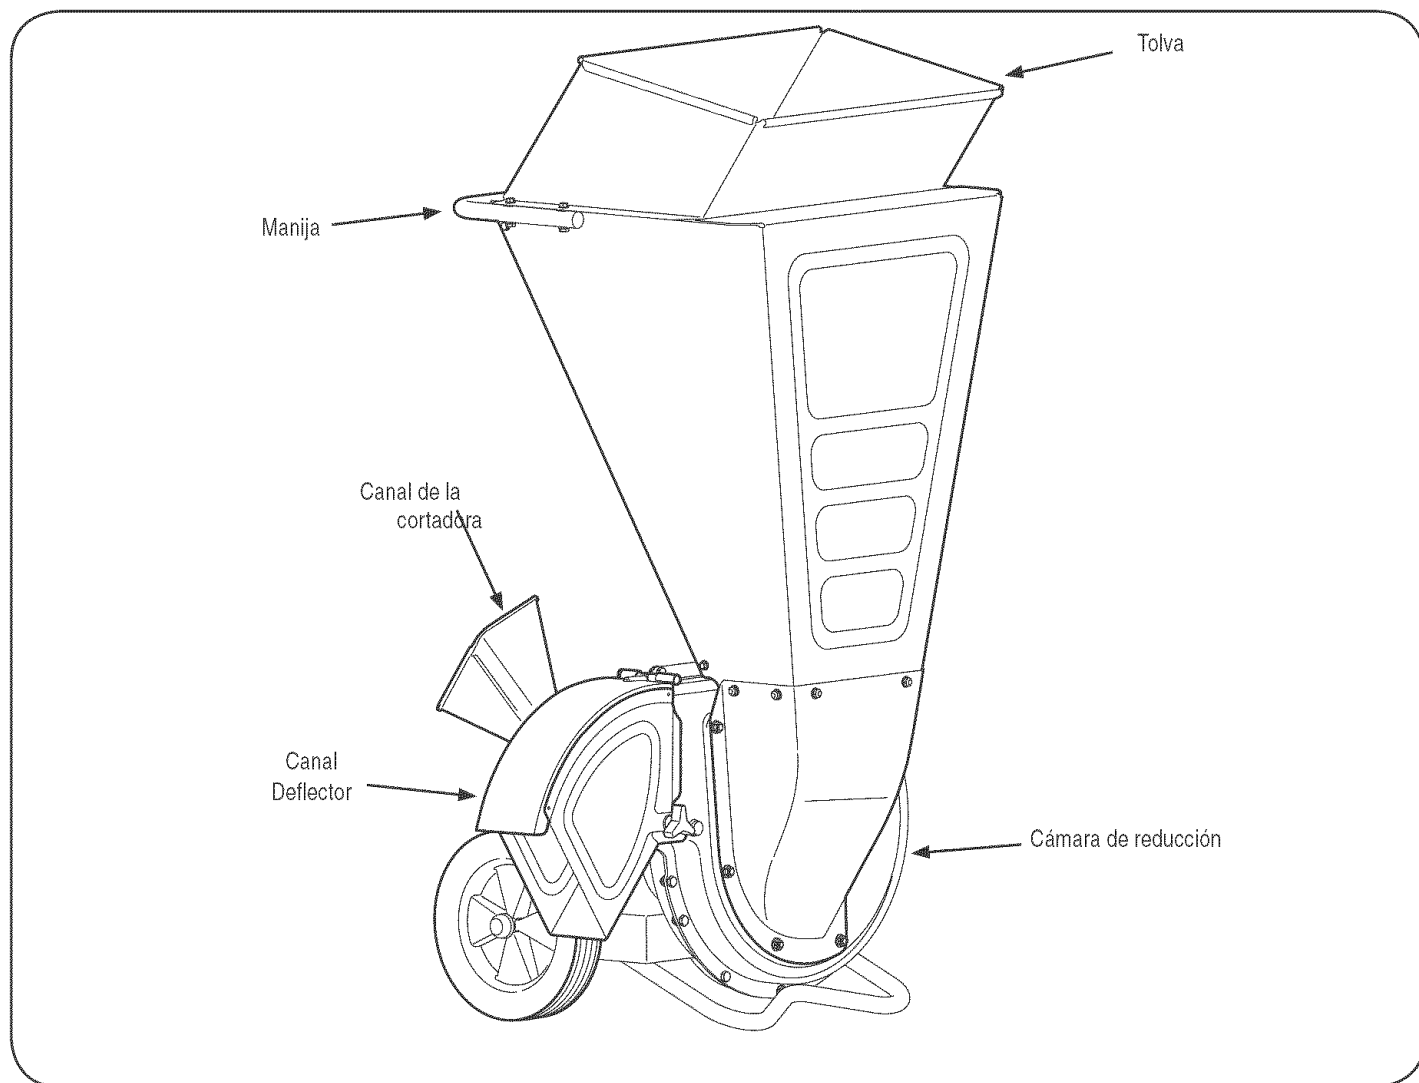

Figura 2
3. Vacíe la bolsa y vuelva a colocarla en la abertura del deflector del canal. Consulte la Figura 2.